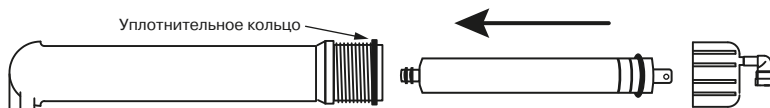

Рис. 16
1. Установите префильтр(ы). Первый префильтр (маркировка на колбе PREFILTER) уже установлен во всех моделях. В во вторую колбу (маркировка CARBON) установите угольный картридж. В третью ступень (SEDIMENT) установите механический префильтр. Картриджи, соответствующие ступеням очистки для каждой модели фильтров, перечислены в таблице на стр. 18 . Для установки картриджа необходимо раскрутить колбу при помощи ключа (10). Аккуратно снимите защитную пленку с картриджа и установите его в колбу. Обратите внимание на маркировку "THIS END NEXT TO VESSEL THREADS" на верхней крышке картриджа или на указания на этикетке. Закрутите колбу вручную, без применения ключа, не прикладывая чрезмерных усилий.
2. Установите мембрану. Для этого отсоедините трубку (H) от быстроразъемного коннектора крышки мембраны. Открутите крышку колбы мембраны (маркировка MEMBRANE). Смажьте силиконовой смазкой резиновые уплотнения мембраны. Установите мембрану в корпус согласно **рис. 16**. Смажьте силиконовой смазкой уплотнение крышки колбы мембраны и аккуратно установите его на колбу. Закрутите крышку колбы мембраны и пристыкуйте трубку (H). Следите, чтобы уплотнительное кольцо крышки колбы было установлено на колбе без перекосов.